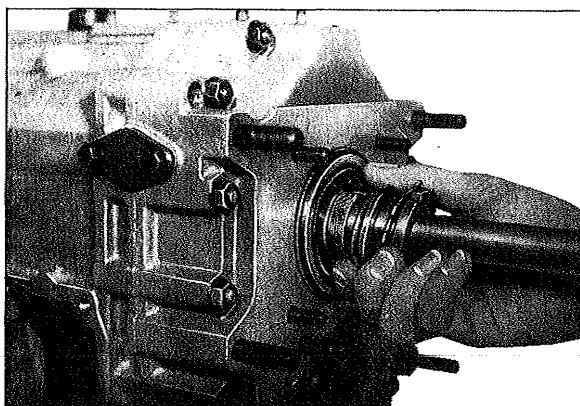

Fig. 49
Engager les jons d'arrêt (206 et 431) dans les gorges des roulements à billes (207 et 430). Emmatcher ces deux roulements à billes à force dans les alésages correspondants du carter. Faire glisser la bague intérieure du roulement à billes, la tôle d'arrêt (205) et l'écrou à rainures (204) sur l'arbre menant (fig. 49). Visser l'écrou à rainures sur le filetage (pas à gauche) et le serrer avec l'outil „6“. Couple de serrage 180 à 220 N.m (18 à 22 kg.m) En même temps, engager 2 vitesses. Rabattre une patte de la tôle d'arrêt dans la rainure correspondante de l'écrou à rainures.